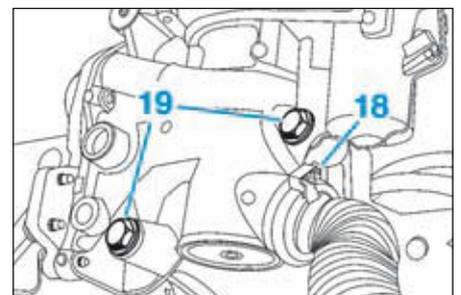

FIG.65
- le collier (18),
- les vis (19) (Fig.65),